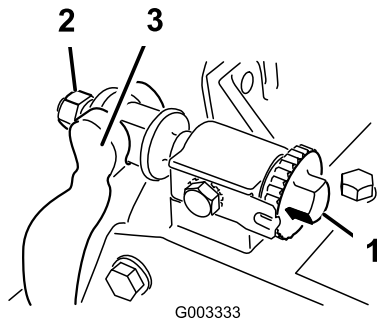

Bild 57
1. Drehen Sie die Einstellschraube des Untermesserträgers nach links, damit sich der Abstand zwischen Untermesser und Spindel vergrößert (Bild 57).